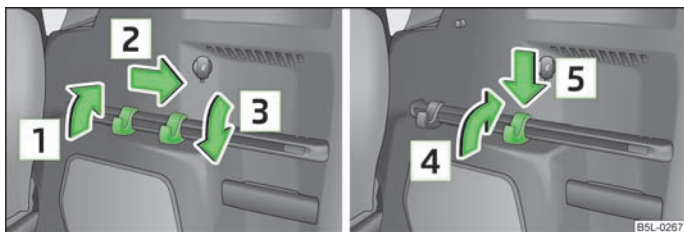

Fig. 56 Maletero: listón de fijación con gancho deslizante/desmontar gancho
A ambos lados del maletero se encuentra un listón de fijación con dos ganchos deslizables cada uno para enganchar pequeñas piezas de equipaje como, p. ej., bolsas, etc. » fig. 56.
- Mover hacia arriba el gancho en dirección de la flecha **1** » fig. 56 hasta un ángulo de aprox. 45°.
- Abatir el gancho del listón de fijación hacia arriba en la dirección de la flecha **1** » fig. 56.